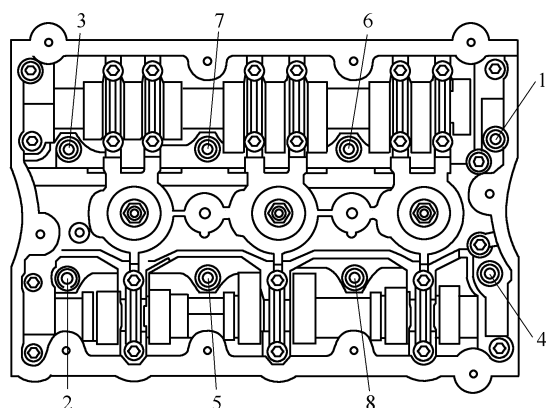

图 1-5-18 松开气缸盖螺栓
(3) 如图 1-5-18 所示，按照顺序 1~8 松开气缸盖螺栓。
(4) 小心拆下气缸盖。